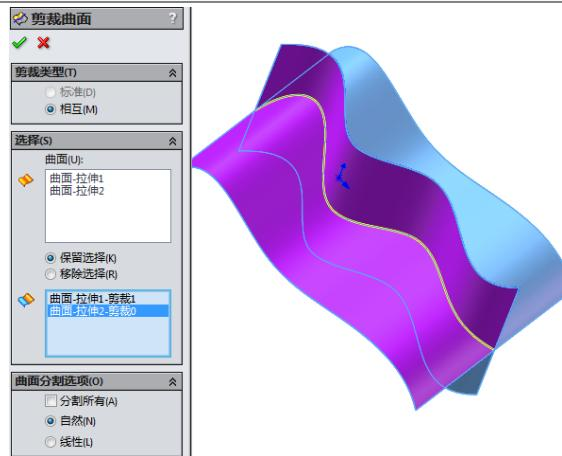

图 6-59 “剪裁类型”为互相剪裁
- 05 如果在步骤 03 中选择了“互相剪裁”，则在“选择”栏中单击“剪裁曲面”项目中  图标右侧的显示框，然后在图形区域中选择作为剪裁曲面的至少两个相交曲面；单击“保留部分”项目中  图标右侧的显示框，然后在图形区域中选择需要的区域作为保留部分（可以是多个部分），所选项目会在对应的显示框中显示，如图 6-59 所示。